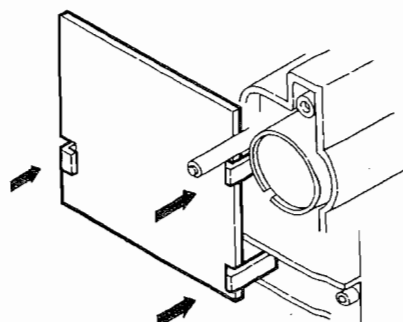

Figure 10-6
2. Remove three tabs at the bias current P.W.B. See Fig. 10-6.
2. Die drei Zapfen der Vormagnetisierungsleiterplatte entfernen. Siehe Abbildung 10-6.